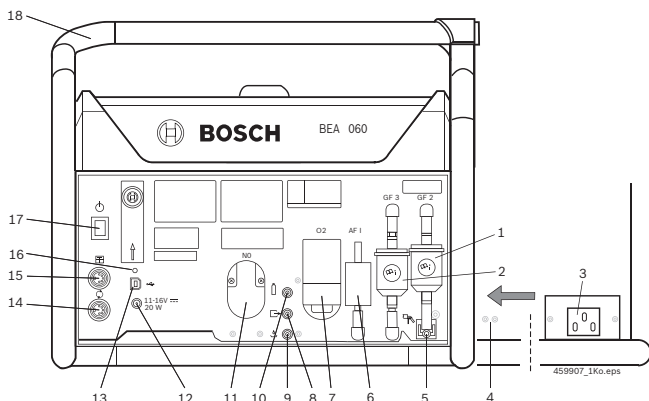

Fig. 1: BEA 060
- i BEA 060 kan også forsynes med spenning fra kjøretøys batteri med tilkoblingsledningen for sigaretttennerkontakten (ekstrautstyr) (tilkobling, se fig. 1, pos. 12).
1. Plugg strømtilkoblingsledningen inn i BEA 060 og fest den i hullene med kabelfester til strekkavlastningen for strømtilkoblingsledningen (fig. 1, pos. 4).
- ➔ LED (fig. 1, pos. 16) blinker vekselvis oransje og grønt.
➔ LED (fig. 1, pos. 16) slukker, BEA 060 er slått av.